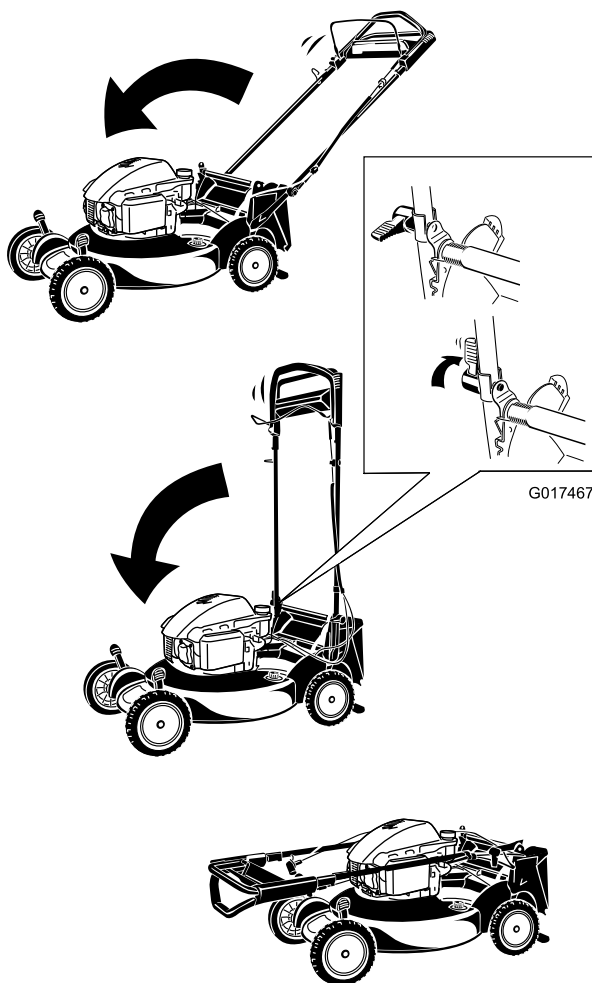

Figure 30
1. Pliez la partie supérieure du guidon en avant (Figure 30).